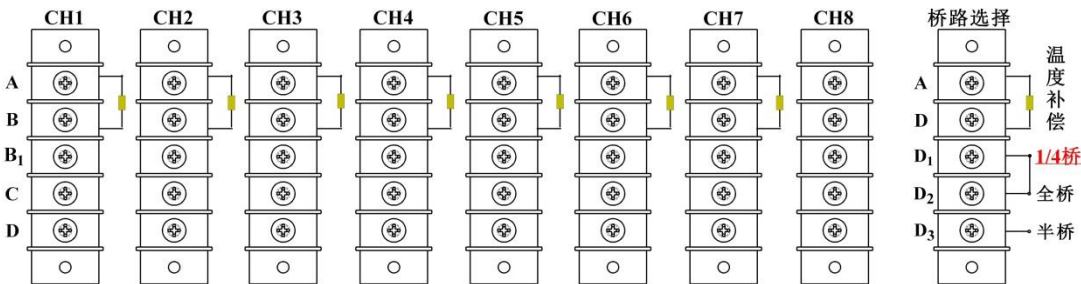

图 2-31 纯弯曲梁测正应力接线方案
- 2、拟订实验方案，按如图 2-31 桥路连接方案接好线，调整好仪器，检查整个测试系统是否处于正常工作状态。